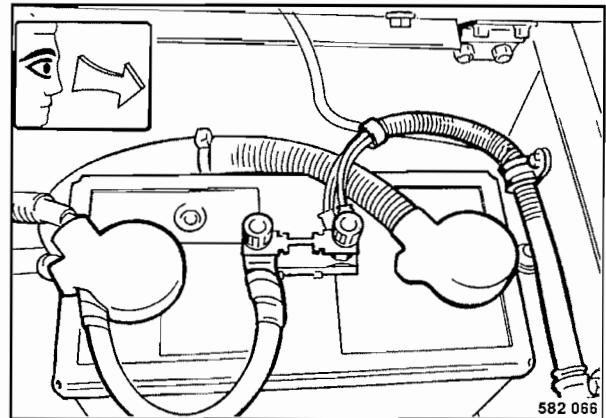

Fig. 70
- Desmontar la batería (Fig. 70) y limpiar el compartimento de la batería.